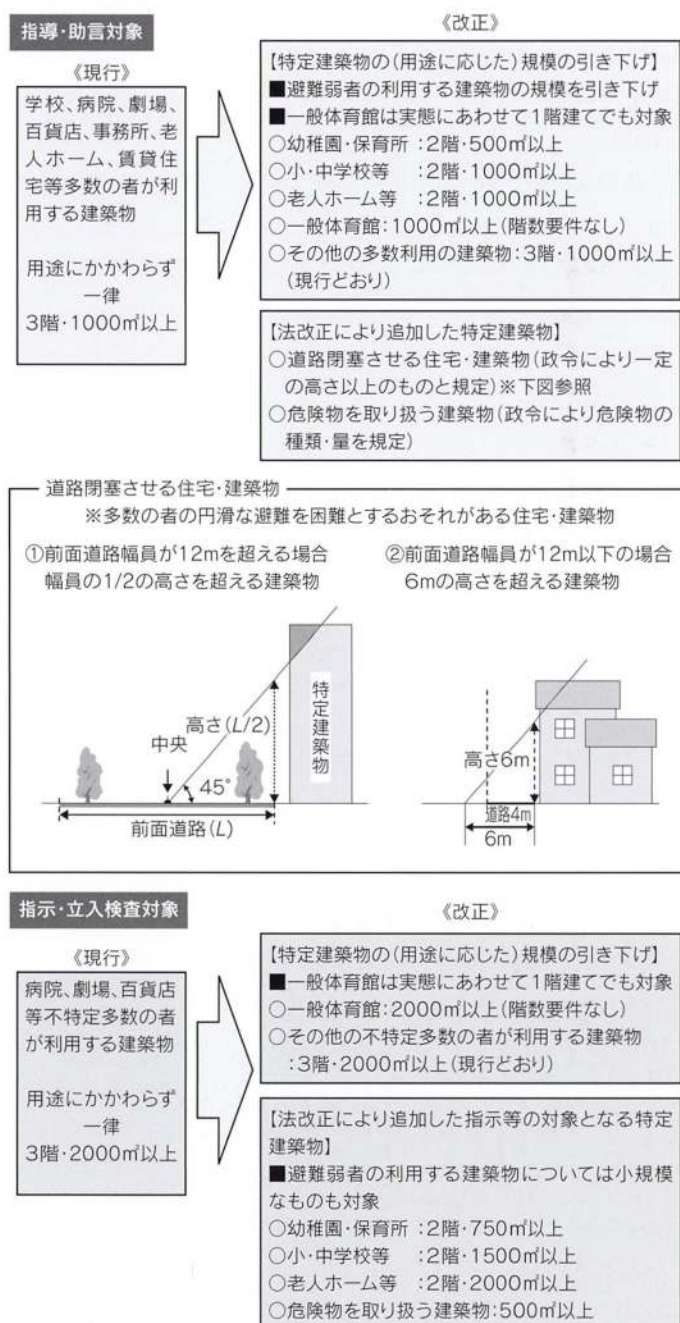

図1 耐震改修促進法に基づく特定建築物の範囲の拡大
①国による基本方針の策定。都道府県に対しては、耐震診断や耐震改修の数値目標を盛り込んだ「耐震改修促進計画」を作成するよう規定した。市町村には、計画策定の努力義務を規定した。
②地方公共団体による指導・助言や指示・立入検査の対象となる特定建築物の範囲の拡大と、倒壊により道路をふさぐ恐れのある住宅・建築物や危険物を扱う建築物を新たに規制対象に加えた（図1）。学校や老人ホームなどを指示・立入検査の対象としたほか、規制対象とする建物の規模要件を用途ごとに拡大。所有者が指示に従わなかった場合は、建物名などの公表を可能とした。